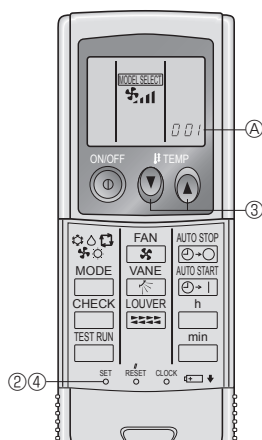

Fig. 6-3
3) Instellen (Fig. 6-3)
① Plaats de batterijen.
② Druk op de toets SET met een puntig voorwerp.